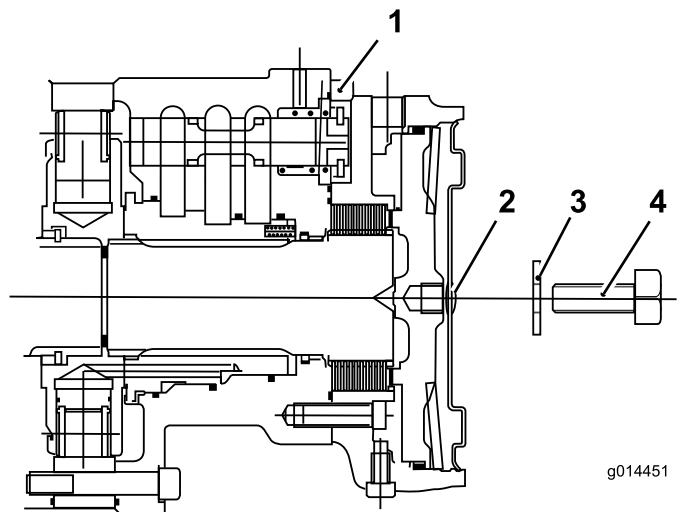

Bild 40
1. Entfernen Sie die Schraube (12 x 40 mm) und Unterlegscheibe (12 mm) aus dem Loch in der Mitte der Motorendplatte (Bild 40).